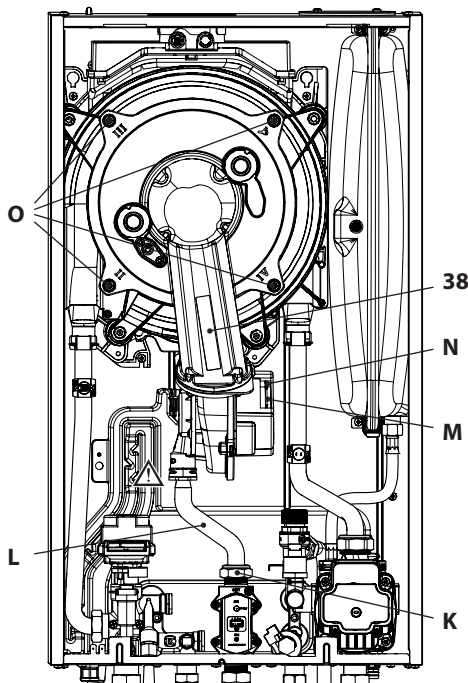

Figura 9.12
Extracción del grupo quemador-ventilador 38 en la Figura 9.12.
- Desconecte el conector **M** tirando de él hacia abajo (Figura 9.12).
- Desconecte el conector del ventilador **N** tirando de él hacia abajo (Figura 9.12).
- Desenrosque las tuercas **O** y extraiga el grupo quemador-ventilador 38 (Figura 9.12)